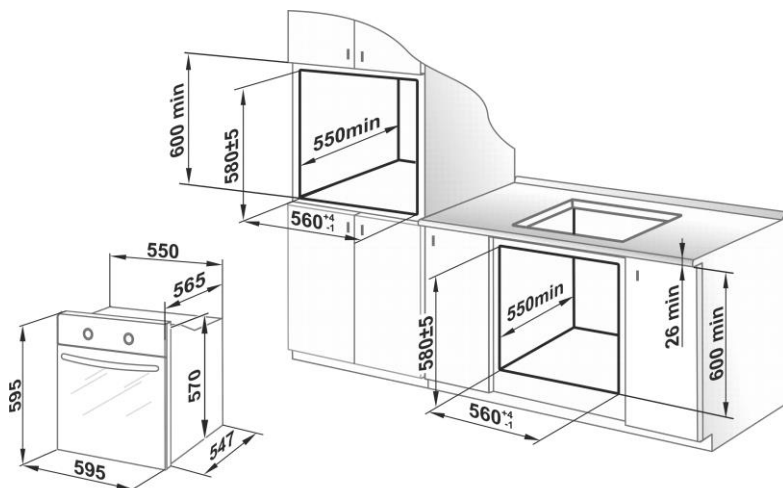

Рис.1. Размеры для установки духового шкафа в мебель.
- 2) Духовой шкаф встраивается в напольную тумбу или пенал кухонного гарнитура, в которых имеется ниша с размерами указанными на рис.1 (при этом задняя стенка гарнитура должна отсутствовать).